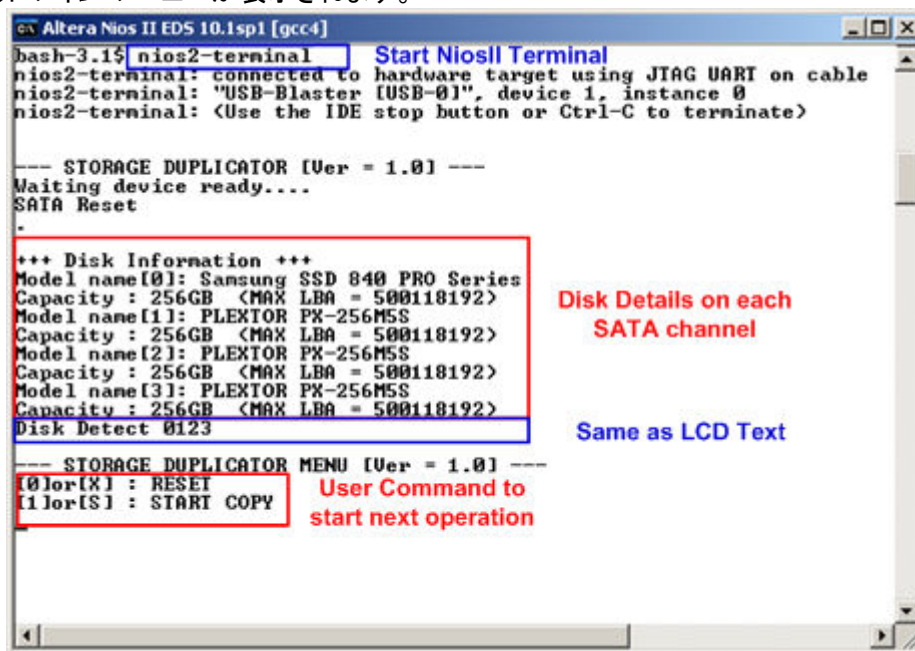

図 2-5: NiosII コマンド・シェル画面
2-8 PC 上にて NiosII コマンド・シェルを開き”nios2-terminal”とタイプして NiosII ターミナルを起動します。すると図 2-5 に示すようにメイン・メニューが表示されます。
- a) 図 2-5 に示すように、NiosII ターミナル画面に初期化が完了した後にドライブ情報が表示され、メイン・メニューが表示されます。“Disk Detect XXXX”のメッセージがターミナルと LCD の両方に表示されます。